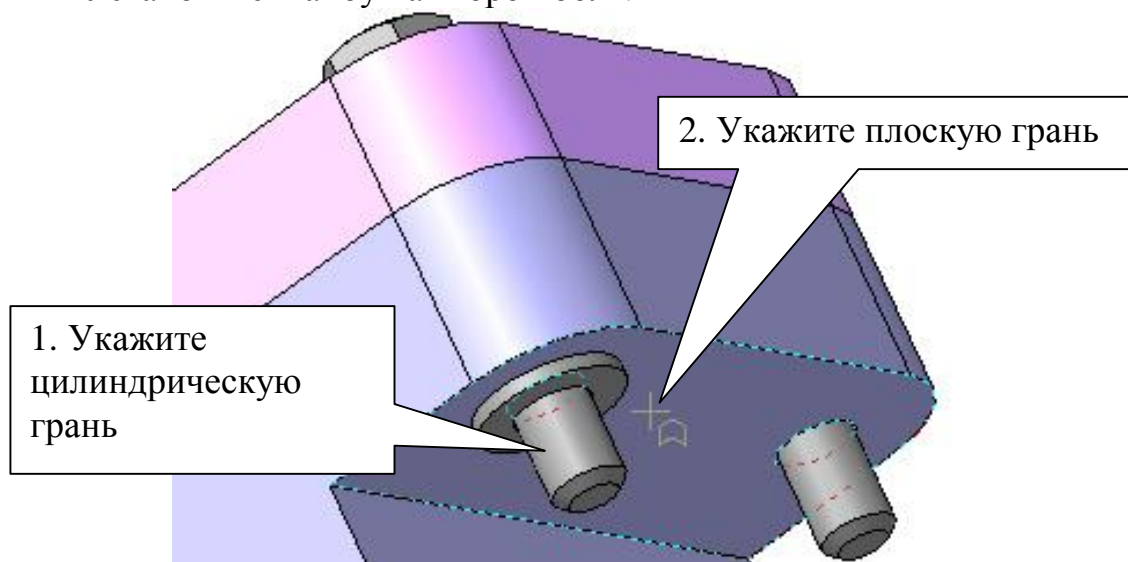

Рис. 91
- Выберите из **Библиотеки крепежа** раздел **Шайбы**. Установите необходимые параметры: Шайба10 ГОСТ 11371-78. проставьте маркер напротив опции **Создать объект спецификации**. Курсором вместе с фантомом шайбы укажите цилиндрическую грань стержня болта (тем самым будет наложено сопряжение **Соосность**), а затем плоскую грань детали «Плита», рис. 91. **Создать объект** . В появившемся окне «Объект спецификации» нажмите кнопку **ОК**. Установите шайбу на второй болт.